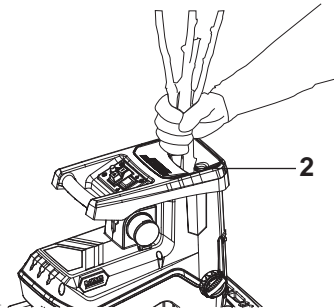

Fig. 11
2. Introduzca material (como residuos del jardín) en el embudo de alimentación (2) (Fig. 11).